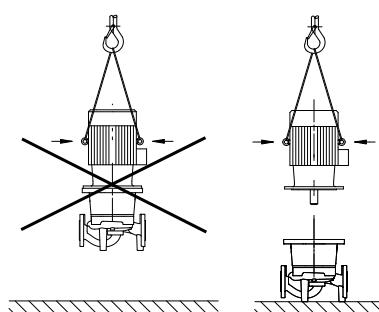

Fig. 20: Transport du moteur
- N'utiliser les œillets de levage que pour le transport du moteur et non de la pompe complète (Fig. 20).